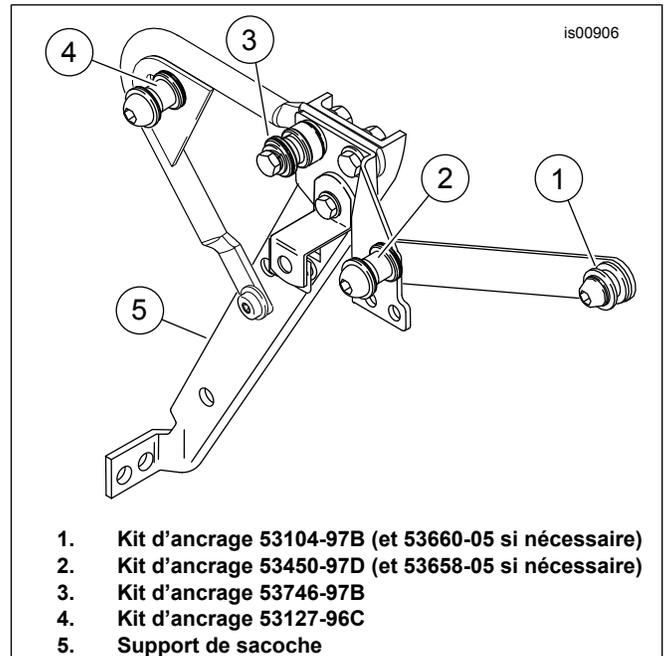

Figure 5. Kits de galet d'ancrage amovible Touring (côté droit montré)
13. Voir la Figure 5. Attacher les montants amovibles d'appui-dos de passager ou le porte-bagages aux galets d'ancrage comme indiqué sur la fiche d'instructions de **cet** accessoire. Pousser les encoches avant de l'accessoire complètement dans les galets d'ancrage à la position (1), puis attacher les encoches arrière dans les galets d'ancrage à la position (2). Serrer les fixations de l'étape 12 à un couple de 61,0 à 63,7 N·m (45 à 47 lb·pi).